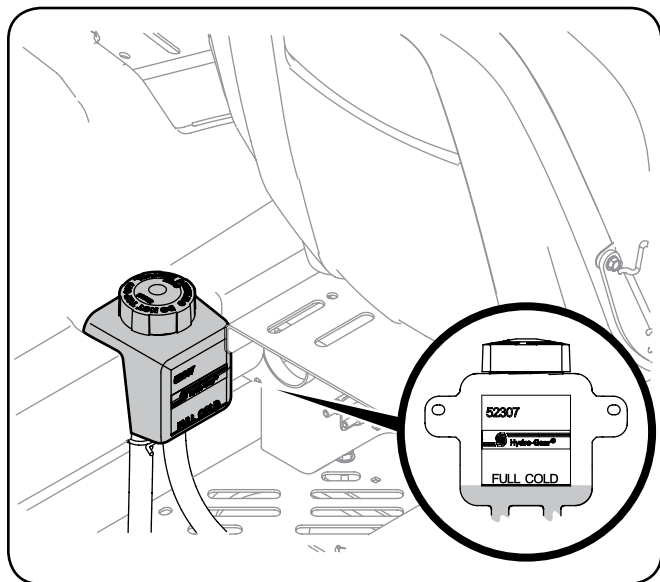

Figura 30
1. Gire el asiento del operador hacia adelante y limpie la tapa del depósito y el área que la rodea para evitar que el aceite de transmisión se contamine con residuos. Vea la Figura 30.
2. Gire la tapa del depósito en sentido contrario al de las agujas del reloj para retirarla, luego controle el nivel de aceite del depósito. El aceite debe ser visible en la base de la cubeta, pero el nivel del mismo NO debe estar por encima de la línea de "LLENO FRÍO". Vea la Figura 30. NO LLENE EL DEPÓSITO EN EXCESO.